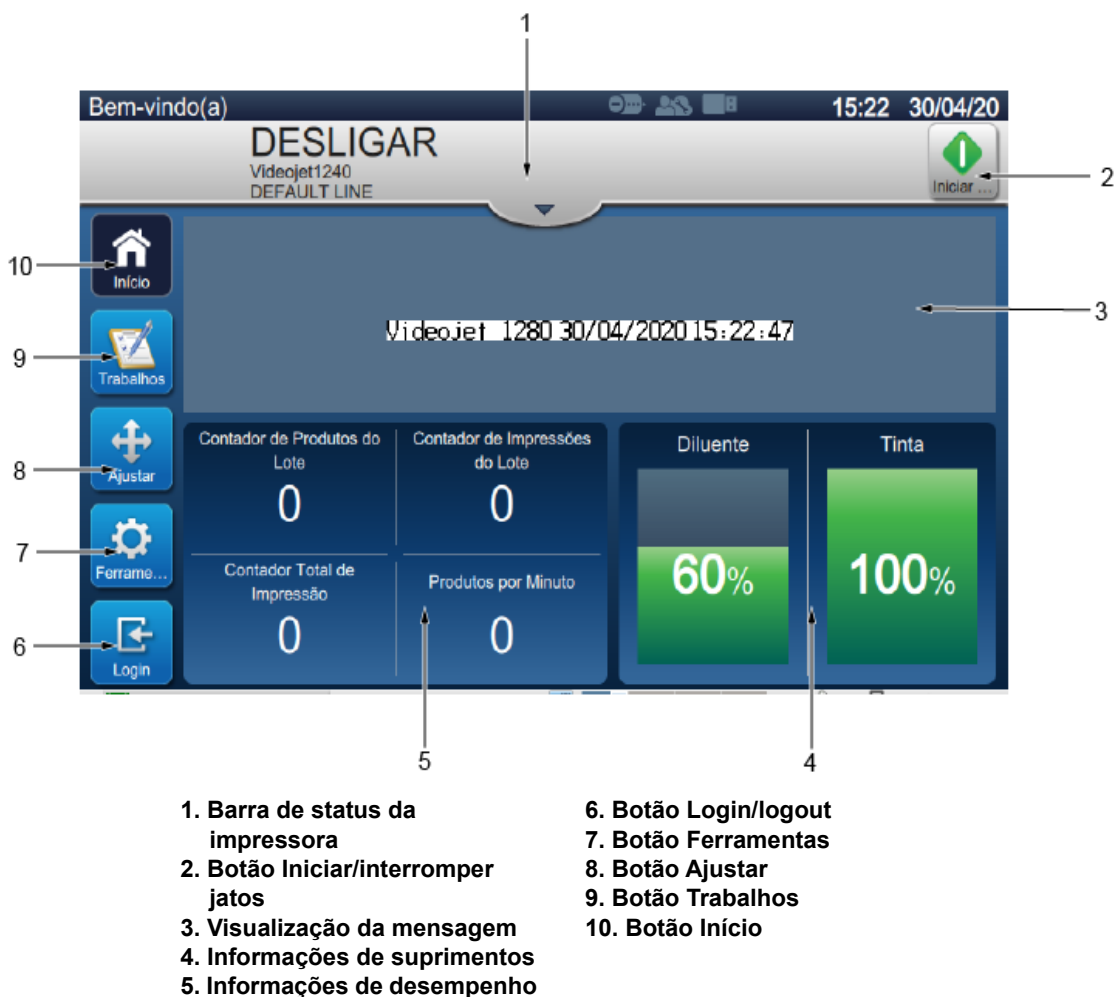

Figura 6-1: Tela inicial
A interface de usuário (UI) tem botões que permitem que o usuário navegue para diferentes telas da interface. A Figura 6-1 mostra a Tela inicial da UI. Para navegar, toque rapidamente para selecionar um item, toque e arraste para rolar pelo menu ou página, e use as setas para rolar ou aumentar/diminuir valores. Use o teclado utilitário e as teclas para inserir o texto, números ou caracteres especiais necessários.